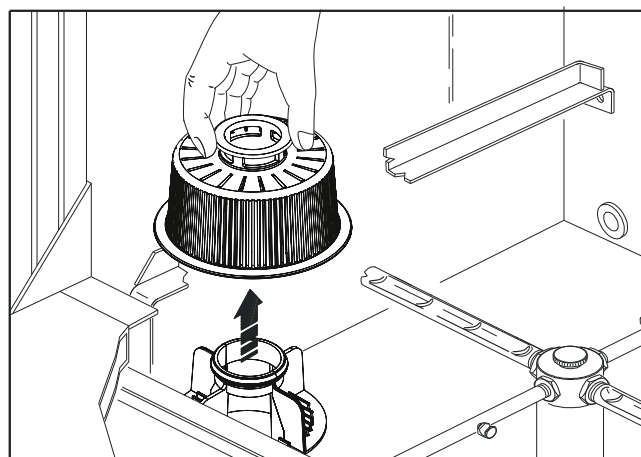

Abb. 17
2. den Filter der Spülpumpe (Bild 17) herausnehmen und reinigen, dies gilt auch für andere Filter der Wanne, falls vorhanden